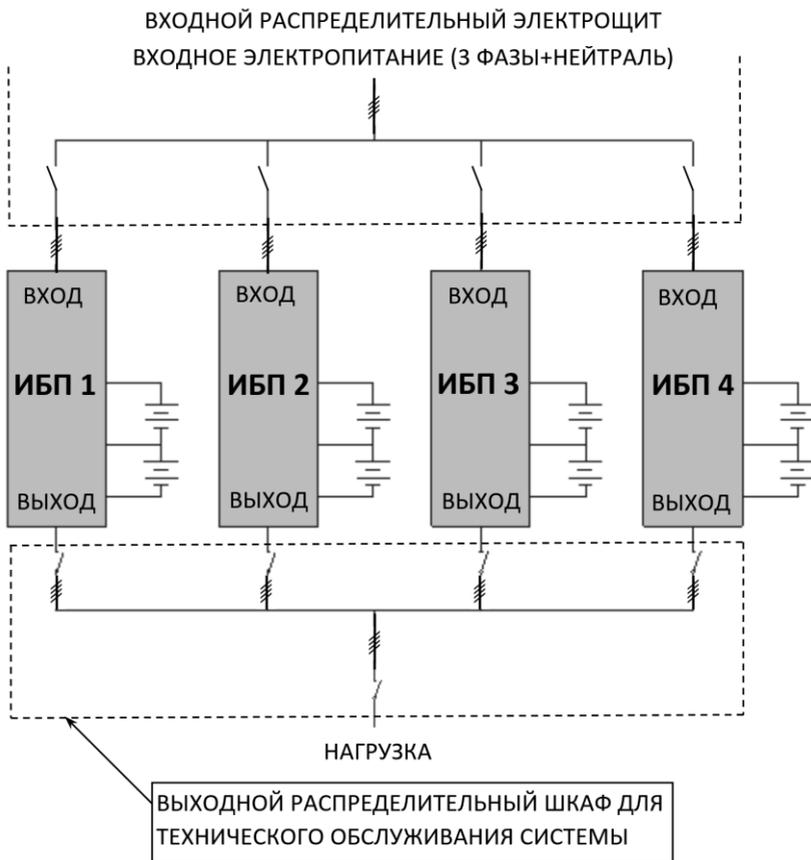
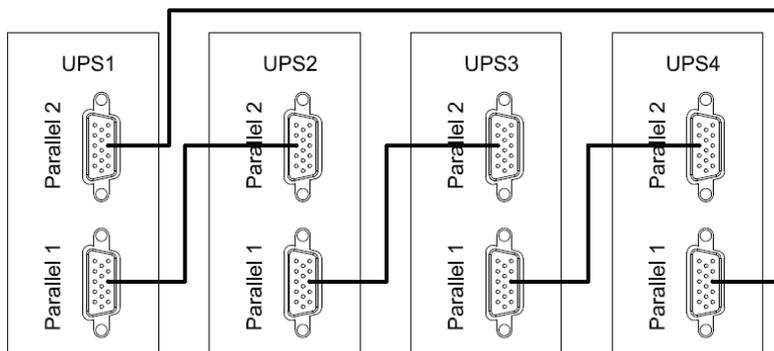

Рисунок 24 – Пример схемы подключения четырех изделий в систему параллельного резервирования с выходным распределительным шкафом.
Рисунок 25 – Схема соединения изделий в «кольцо» через параллельные порты.
Изделие имеет встроенный параллельный контроллер и может работать в системе бесперебойного питания с параллельным резервированием (см. рисунок 24 и рисунок 25). Целью такой системы является либо повышение надежности (резервирование), либо увеличение общей выходной мощности (масштабирование).
<p>ВНИМАНИЕ!</p> <p>Установите дополнительные внешние выходные выключатели (см. рисунок 24) между выходными клеммами каждого изделия и общими шинами, тщательно соблюдая фазировку.</p>
- отключите входное сетевое питания каждого изделия. Убедитесь в том, что все внешние выключатели разомкнуты (см. рисунок 24);